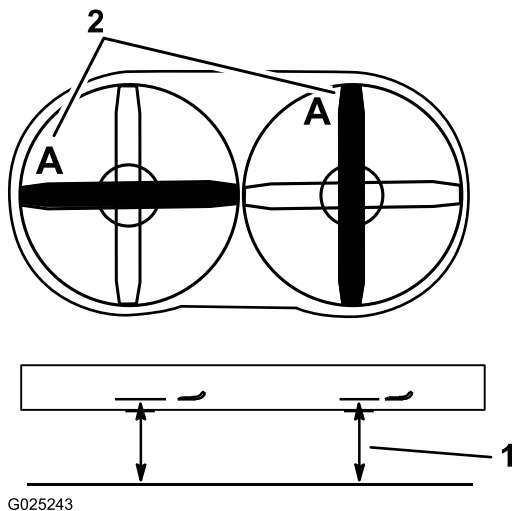

Figura 71
- Ruotate una lama come illustrato nella Figura 71.
- Misurate da un piano orizzontale fino al tagliente della lama, posizione A (Figura 71). Prendete nota di questa misura.